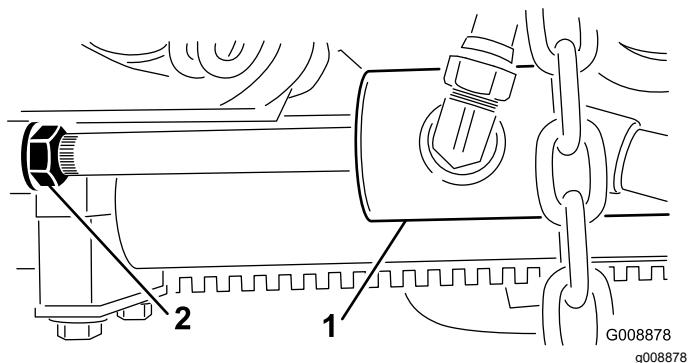

Рисунок 27
2. Ослабьте контргайку на штоке гидроцилиндра подъема (Рисунок 27).